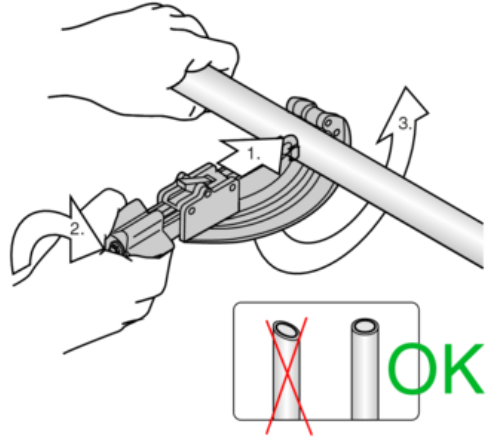

Abb. 3: Anschlussschläuche Montage Rohrachse trennen
- Rohrenden müssen rechtwinklig zur Rohrachse getrennt werden Abb. 3.